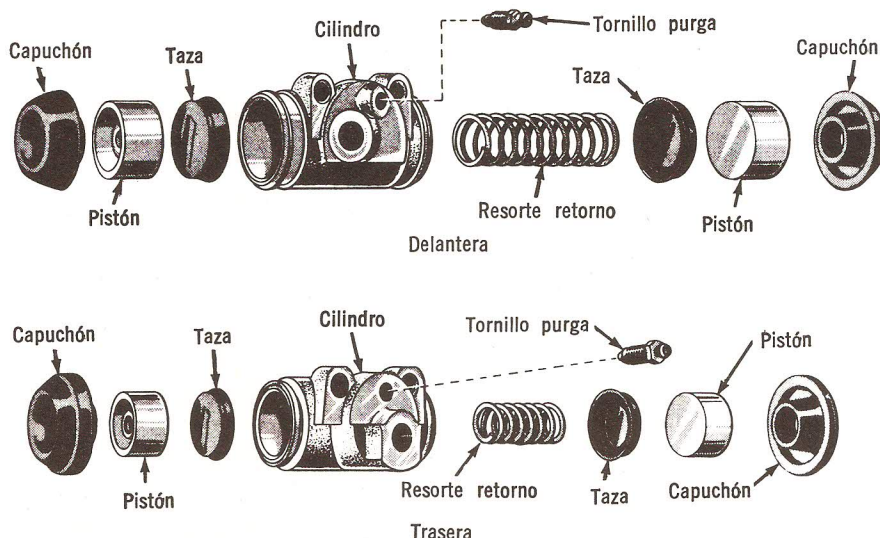

Fig. 10 — Cilindros de Rueda Delantera y Trasera.
tremos del cilindro de rueda. Saque, del interior del cilindro, los émbolos, copas y resortes de retorno (Fig. 10).
3. Introduzca el resorte de retorno, las copas y los émbolos (Fig. 10) en sus respectivos lugares en el cilindro. Coloque un capuchón en cada extremo del cilindro.